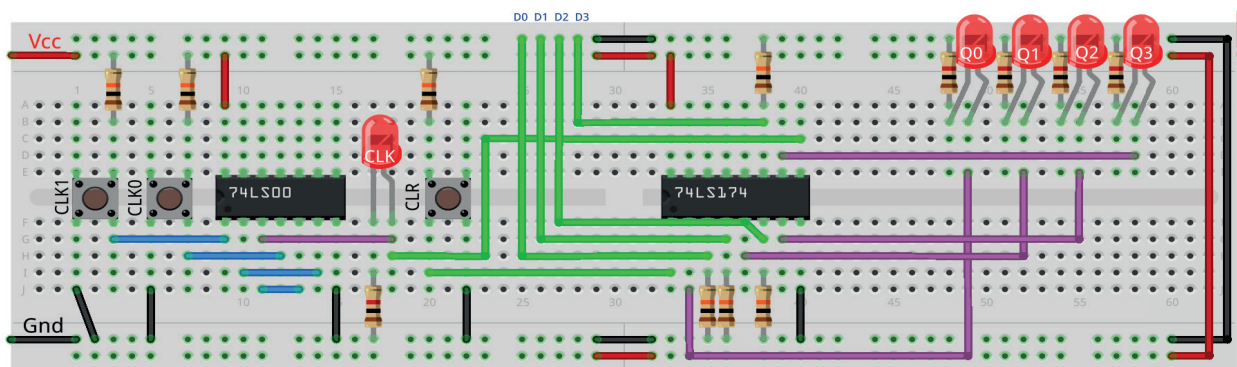

Figura 11.13 – Disposição dos componentes na placa de montagem.
- Monte o circuito na placa de montagem, conforme figura 11.13.